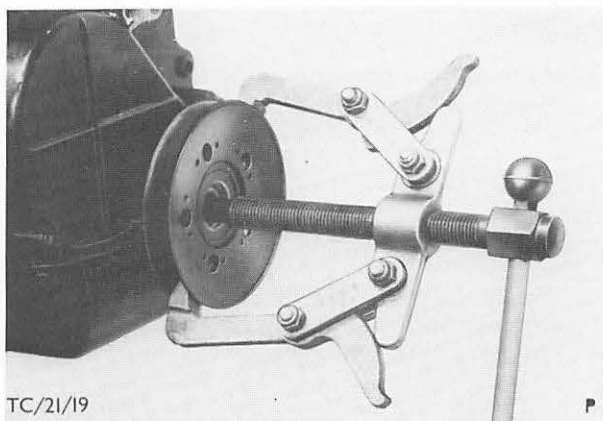

Abb. 34 Kurbelwellen-Riemenscheibe mit Spezialwerkzeug 6132A abziehen
8. Kurbelwellen-Riemenscheibe (1 Schraube), mit Spezialwerkzeug 6132A abziehen, Abb. 34, und Zylinderkopfschraube (4 Schrauben) abbauen.